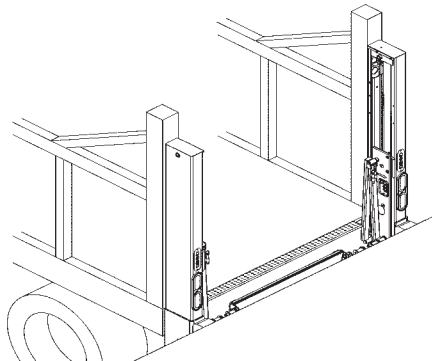

FIG. 31-2
3. Retroceda el vehículo hasta llegar al muelle (FIG. 31-2). Ahora puede mover carga entre el muelle y el vehículo.